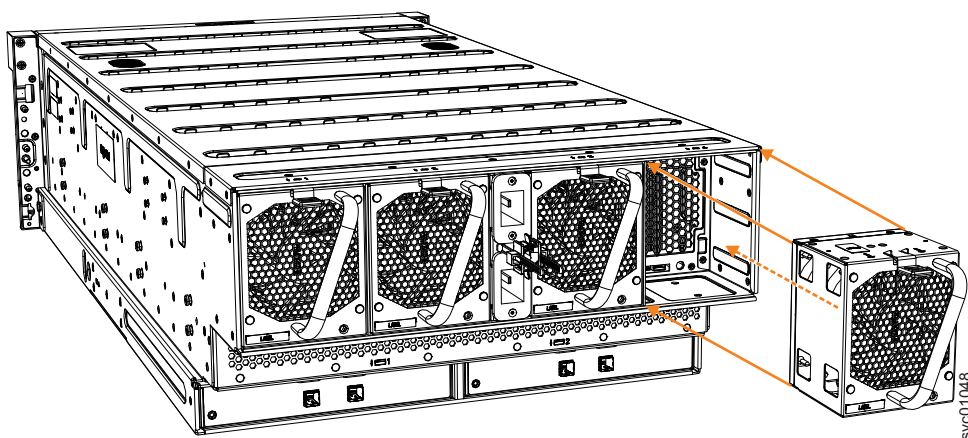

Abbildung 91. Lüftermodul einbauen
2. Setzen Sie das Lüftermodul vorsichtig in das Chassis ein, bis es einrastet (siehe Abb. 91).